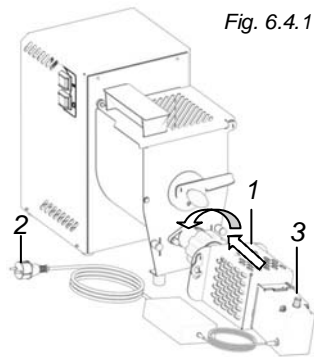

Fig. 6.4.1
1. Accrocher l'accessoire couteau à pâtes « 1 » (fig. 6.4.1) sur les pivots situés à l'avant de la machine à pâtes
2. Brancher la fiche « 2 » (fig. 6.4.1) dans la prise de courant
4. Agir sur le potentiomètre « 3 » (fig. 6.4.1) pour modifier la vitesse du couteau à pâtes afin de couper les pâtes à la longueur souhaitée.